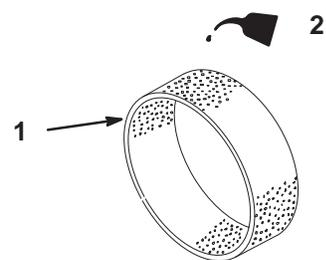

Figure 27
4. Imbibez l'élément de 30 à 60 ml d'huile (Fig. 27).